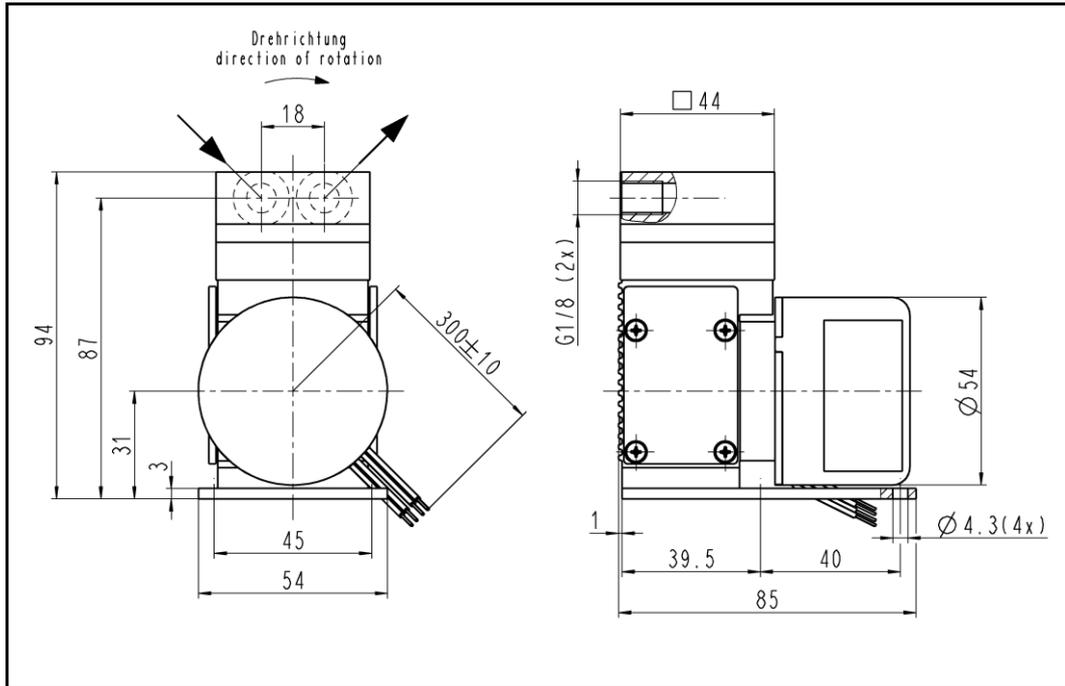
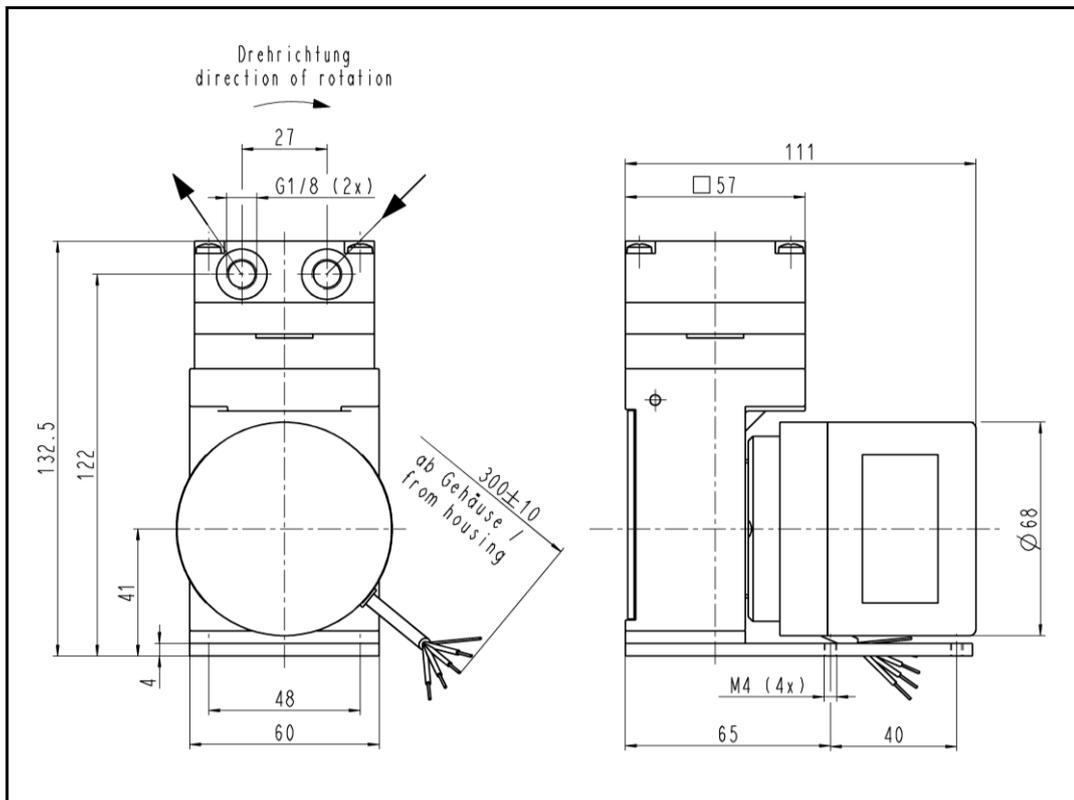
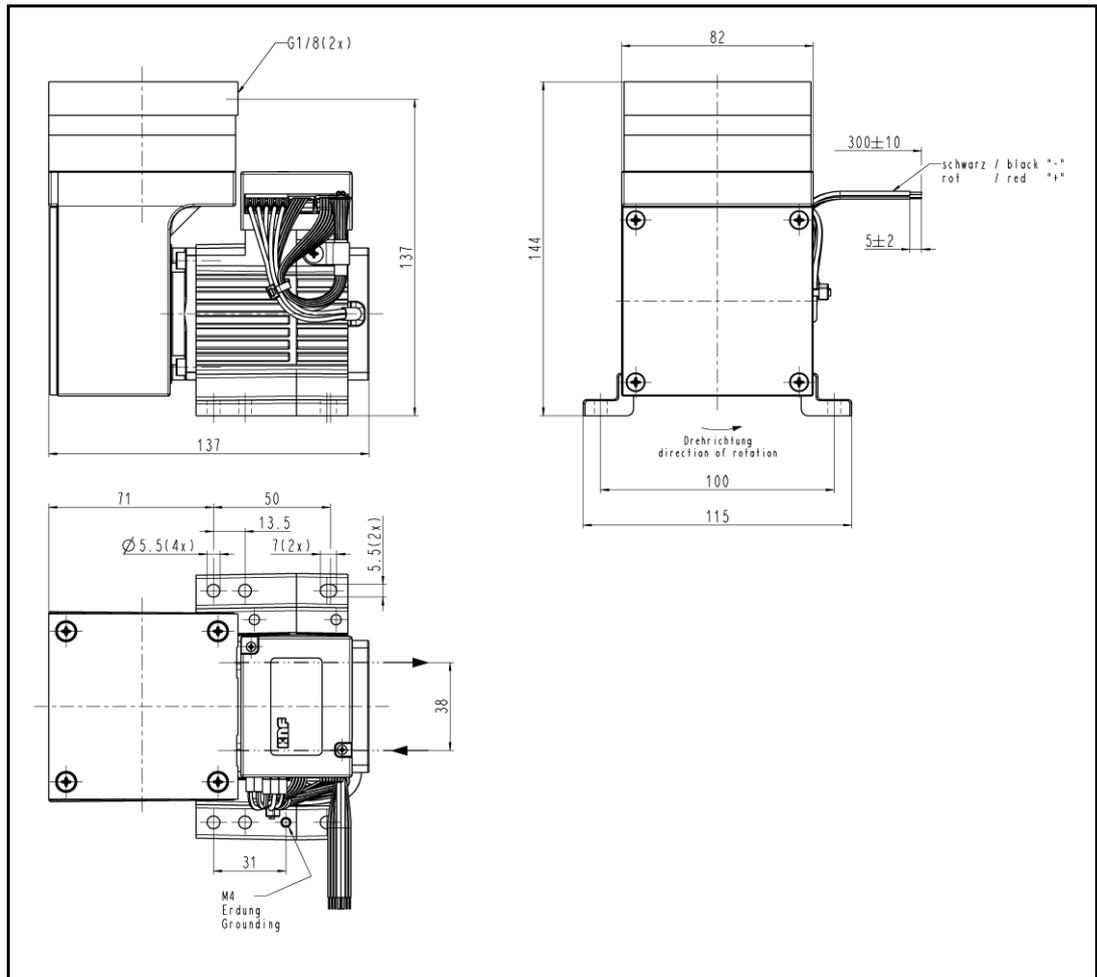

Abb. 5: Befestigungsmaße Pumpenreihe N 86 A_12.29 DC-B
Abb. 6: Befestigungsmaße Pumpenreihe N 816 AV_12.29 DC-B
Abb. 7: Befestigungsmaße Pumpenreihe N 838 A_12.29 DC-B
- Befestigungsmaße → Befestigungsmaße siehe Abb. 5, S. 14 (Pumpenreihe N 86 A_.12.29 DC-B), Abb. 6, S. 14 (Pumpenreihe N 816 AV.12.29 DC-B) und Abb. 7, S. 15 (Pumpenreihe N 838 A_.12.29 DC-B).